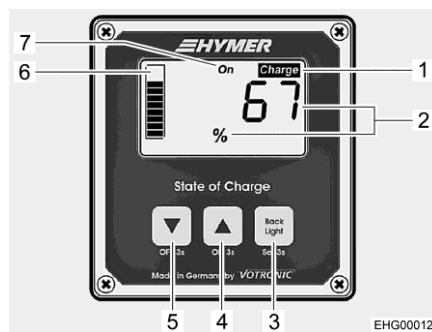

Fig. 92 Pannello indicatore (indicazione dello stato di carica complessivo)
Quando si preme un tasto sul pannello di controllo, l'illuminazione del display si accende automaticamente. Se non si preme alcun tasto per 3 minuti, l'illuminazione si spegne automaticamente. L'illuminazione del display può essere spenta manualmente con il tasto (Fig. 92,3).
Il display mostra lo stato di carica complessivo delle batterie piombo-acido e al litio, noto come "state of charge" (SOC). Il valore SOC della batteria è espresso in percentuale (Fig. 92,2) e viene visualizzato anche sotto forma di grafico a barre (Fig. 92,6).
- Quando il display visualizza l'indicazione di tensione: Premere brevemente il tasto (Fig. 92,4) o (Fig. 92,5) per passare alla visualizzazione del valore SOC della batteria (Fig. 92,2).
Se il valore SOC scende al di sotto del 20 %, l'indicatore "Charge" (Fig. 92,1) lampeggia. In questo caso caricare le batterie.
- Se il display mostra il valore SOC: Premere brevemente il tasto (Fig. 92,4) o (Fig. 92,5) per passare alla visualizzazione della tensione della batteria (Fig. 93,1).